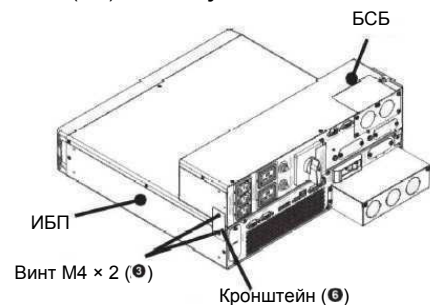

Рисунок 1
Номерами 1–11 на **рис. 1–10** обозначены стандартные принадлежности, перечисленные в разделе **3 Упаковочный лист**
- Соедините ИБП и блок сервисного байпаса с левой стороны с помощью кронштейна (6) и двух винтов M4 (3). См. **Рисунок 1**.